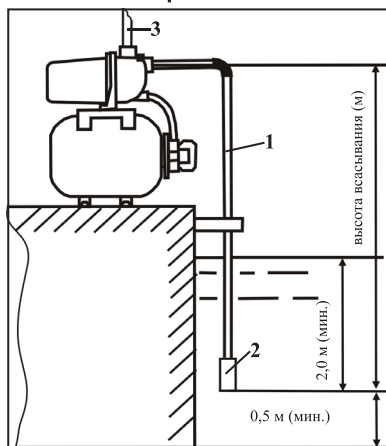

рис.3
**Внимание!** Для оптимального функционирования насоса станции рекомендуется всасывающую трубу/шланг оснащать обратным клапаном 2 (рис.3) (в комплект поставки не входит).
6.6 Присоедините напорный шланг/трубу 3 (рис.3) к выходному отверстию.